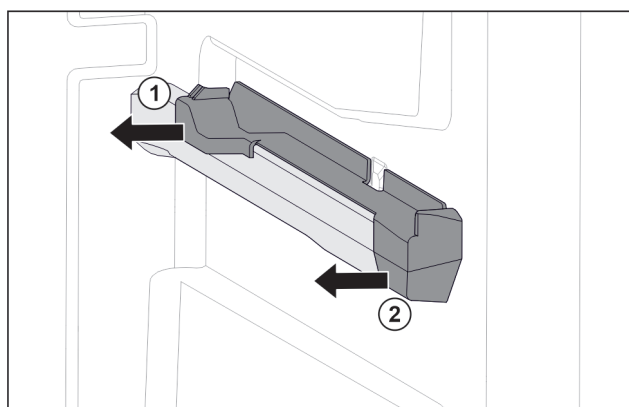

Fig. 68 Nasazovací díl na pravém žebrování na nádoby
- ▶ Stáhněte nasazovací díl vzadu na stranu. Fig. 68 (1)
- ▶ Stáhněte nasazovací díl vpředu na stranu. Fig. 68 (2)